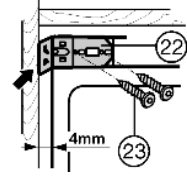

Fig. 11
- ▶ Привинтите крепежный уголок *Fig. 11 (22)* винтами *Fig. 11 (23)*.